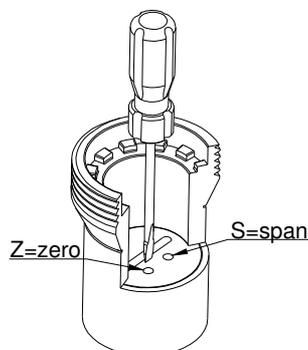

Figura 3 - Ajuste
Nas versões disponíveis, é possível ajustar o zero (Z) e o fundo de escala (S) desmontando o conector (figura 1) e ajustando-os com a ferramenta apropriada (figura 3).